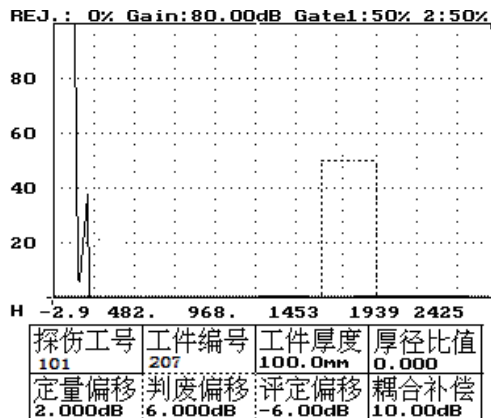

图 6-1
- 4、按方向键——将虚框移到判废偏移参数上。如图 6-1 所示。